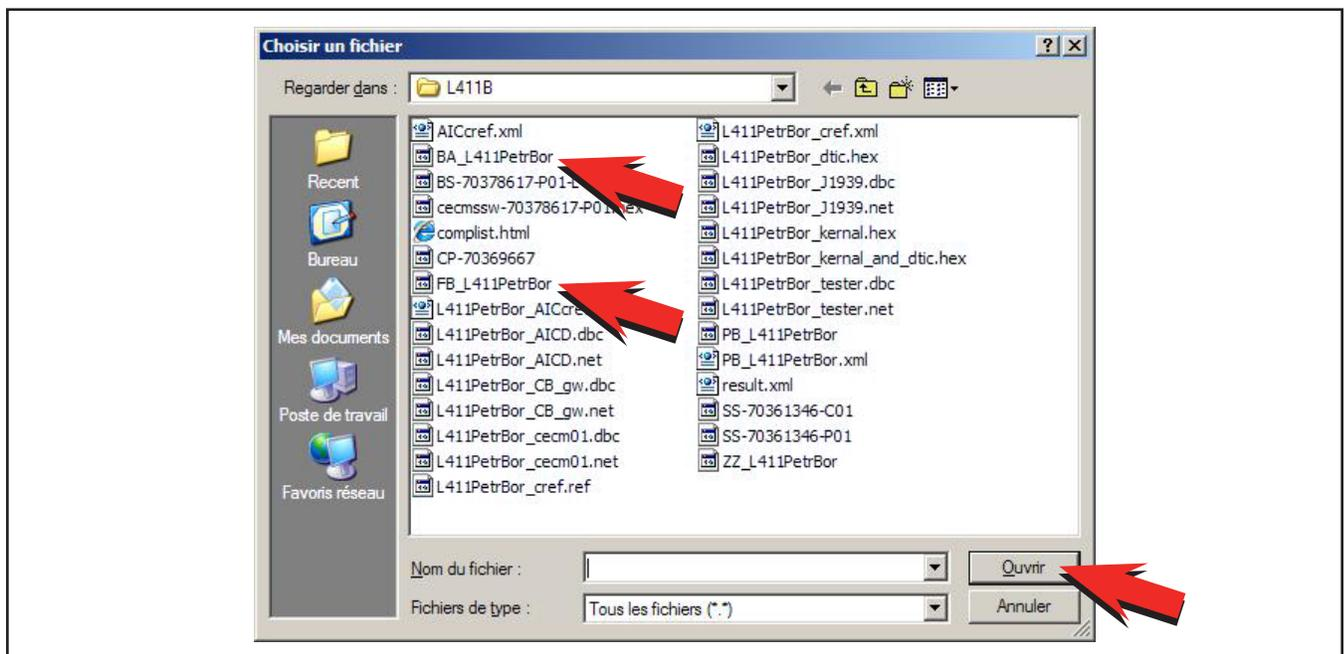

Figure 16 - Recherche du fichier
- a. S'il s'agit d'une **MISE À JOUR** de la programmation, sélectionner le fichier BA_LXXX. Voir Figure 16.
- b. S'il s'agit d'une **PROGRAMMATION COMPLÈTE**, par exemple après le remplacement du **MASTER ID**, sélectionner le fichier FB_LXXX. Voir Figure 16.
14. Cliquer sur **OUVRIR**. Voir Figure 16.